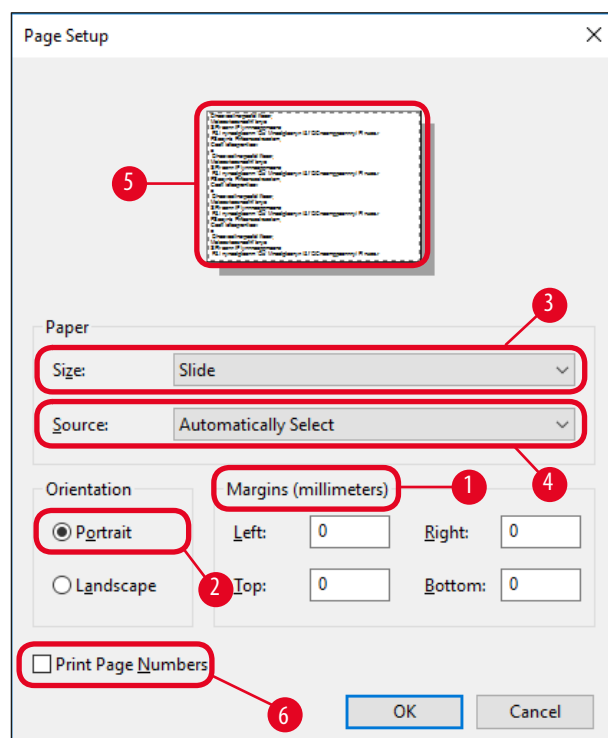

Рис. 41
3. Прежде всего задайте настройки страницы: нажмите **File > Page Setup** (Файл > Настройка страницы) для открытия диалогового окна **Page Setup** (Настройка страницы) (→ "Рис. 41").